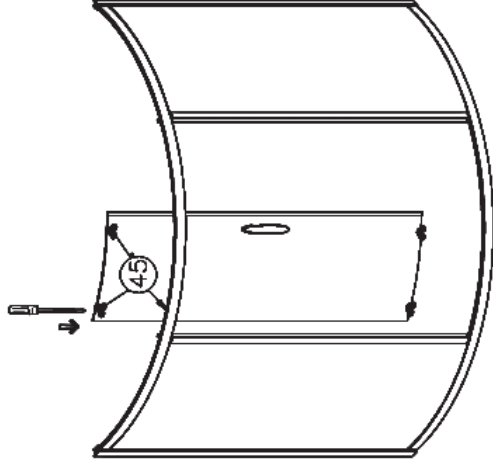

Рис.5
8. Установите нижние (11) и верхние (9) подвижные ролики на подвижные стеклянные двери (5). Поочередно навесьте двери, отрегулируйте примыкание дверей с помощью роликов. Установите магнитные уплотнители на двери. (рис.5).